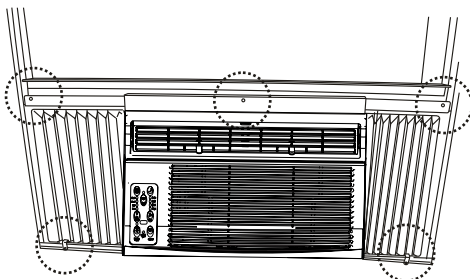

Fig.8
- 5** Serrer des vis de 3/4 po (19mm) ou 1/2 po (12.7mm) dans les trous du cadre de fenêtre (Fig.8)